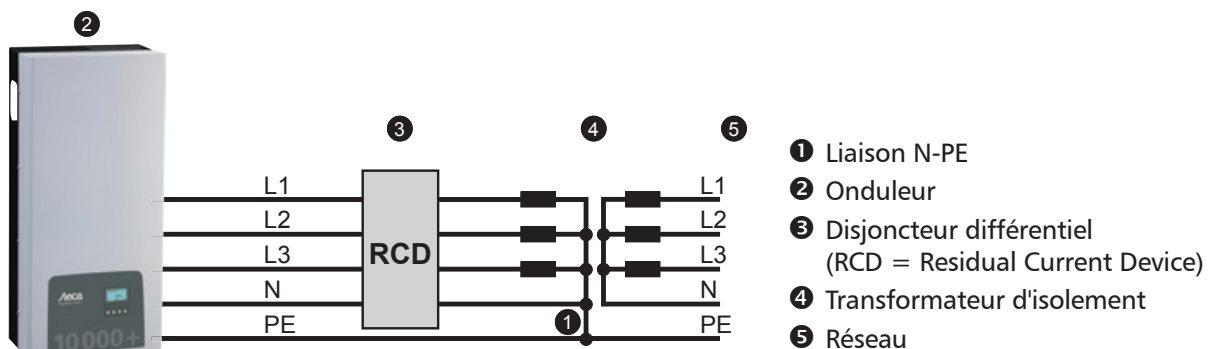

Fig. 8: Schéma de raccordement du transformateur d'isolement
- ▶ S'il est nécessaire d'utiliser un transformateur d'isolement, celui-ci doit être raccordé comme illustré dans la Fig. 8.
- Le schéma de raccordement (Fig. 8) montre un type de raccordement où les circuits primaire et secondaire du transformateur d'isolement ne présentent pas de séparation galvanique !
- En cas d'absence de connexion ❶, la fonction de surveillance d'isolation de l'onduleur ne fonctionne pas correctement.